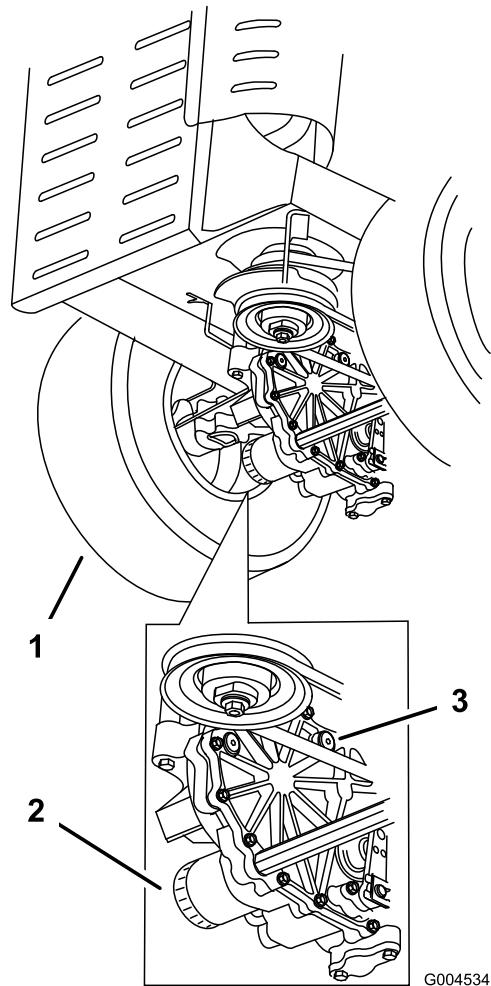

Figura 52
4. Pulite attentamente l'area attorno ai filtri. E' importante che nell'impianto idraulico non entri nessuna sporcizia o sostanza contaminante (Figura 52).
5. Svitate i filtri e lasciate defluire l'olio dal sistema di trasmissione (Figura 52).